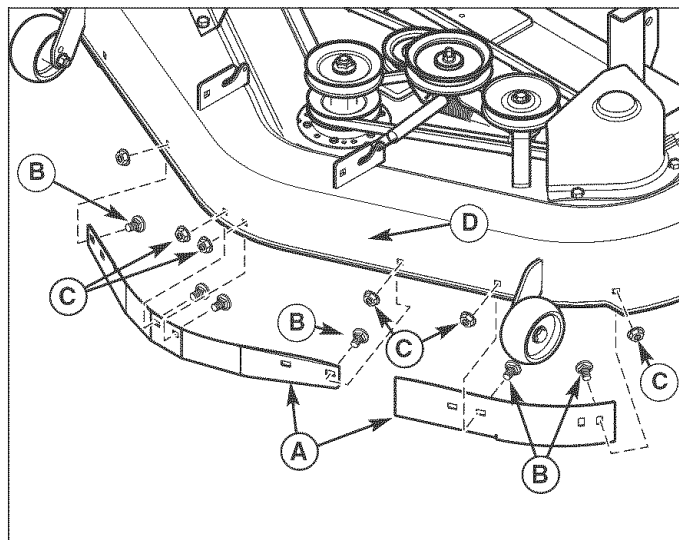

Figura 32. Retire el deflector y las piezas metálicas
1. Retire y deseche los deflectores (A, Figura 32), los pernos de cabeza de hongo (B) y las tuercas (C) existentes del alojamiento de la plataforma del cortacésped (D).